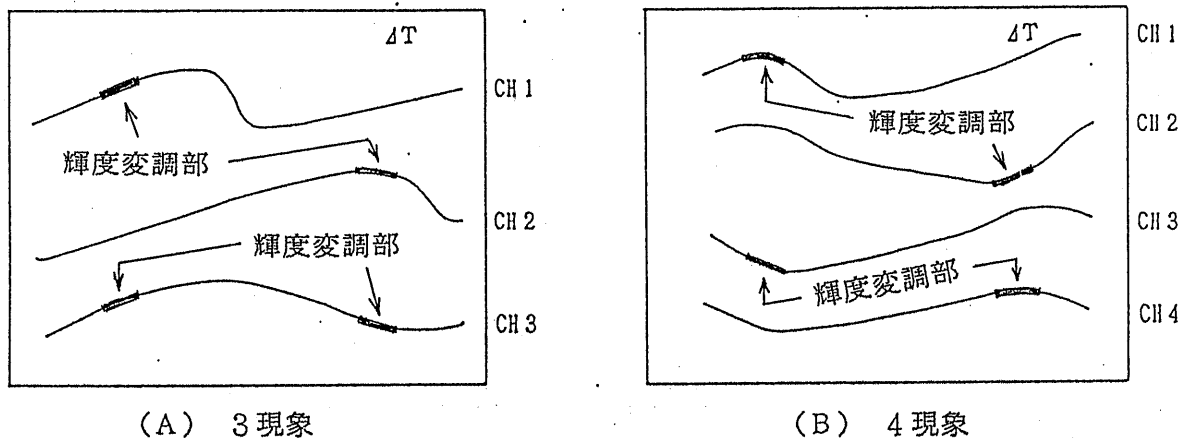

図4-8 多現象遅延掃引
3現象の場合、VERT MODE ③⑥ のより左側のチャンネルの2現象にそれぞれ1ヶ所と、残り1現象には2ヶ所、例えば CH1 と CH2 にそれぞれ1ヶ所と、CH3 に2ヶ所現われます。(図4-8 (A)参照)
更に、ADD を加えた5現象時には、ADD 波形上には2ヶ所輝度変調部分が現われます。(図4-8 (B)参照)